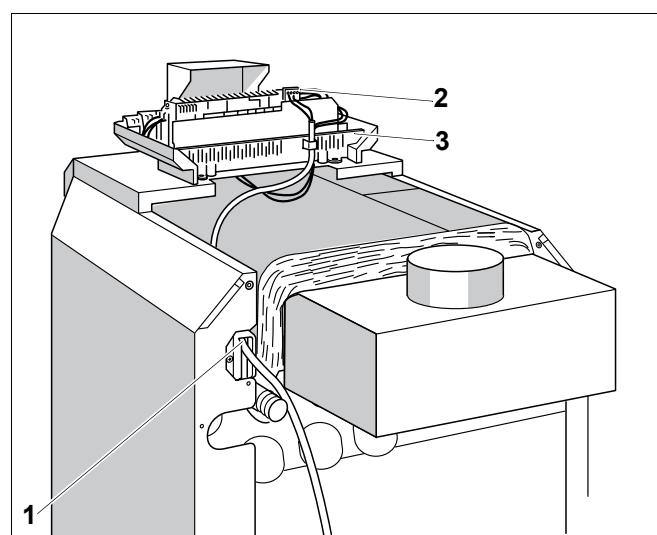

Рис. 17 Кабельный ввод и штекерные соединения
- Электрические соединительные провода за-казчика и соединительный провод от системы контроля дымовых газов провести к системе управления снизу через кабельный ввод (рис. 17, поз. 1).
- Электрические подключения к штекерам (рис. 17, поз. 2) системы управления (рис. 17) выполнять согласно прилагаемой схеме.